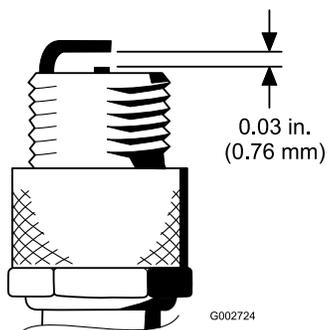

Figura 19
4. Impostate la distanza tra il centro e il lato degli elettrodi a 0,76 mm (Figura 19). Montate la candela con la giusta distanza tra gli elettrodi e la guarnizione di tenuta, quindi serrate la candela a 23 Nm. In mancanza di una chiave torsionometrica, serrate a fondo il tappo.